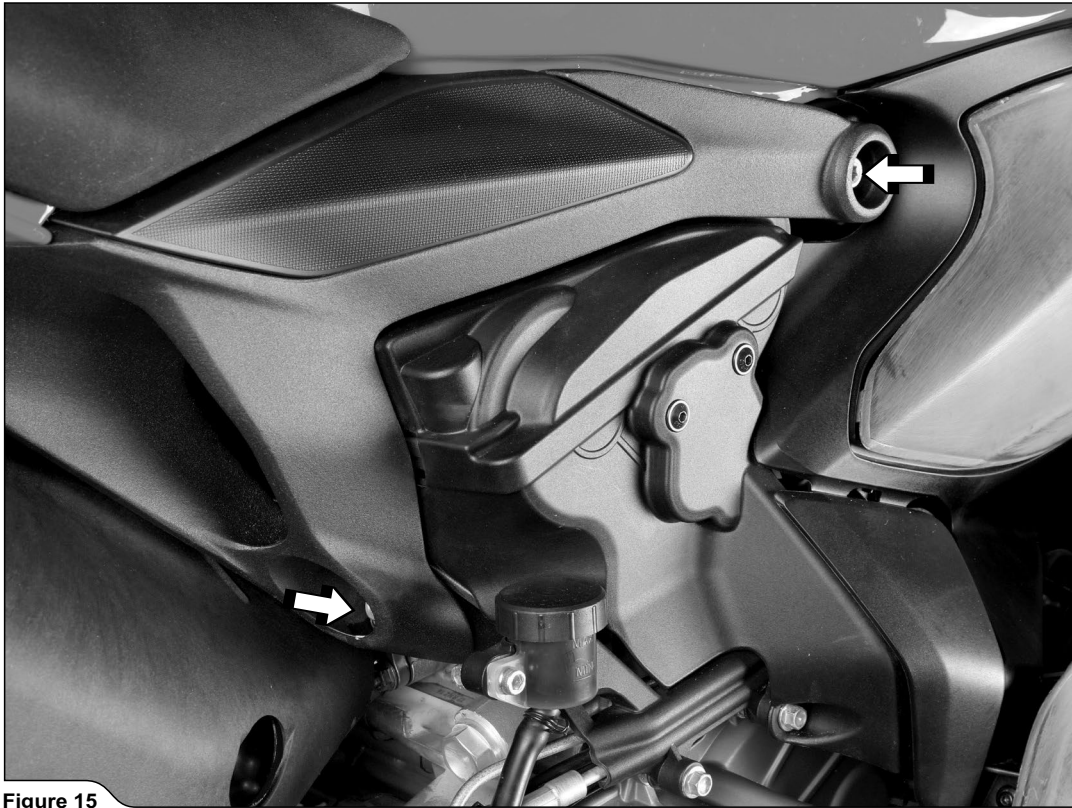

Figure 15
5. ライダーシートを取り外します。車両の両側から、図に示すサブフレームのボルトを緩めて外します (図 15)。